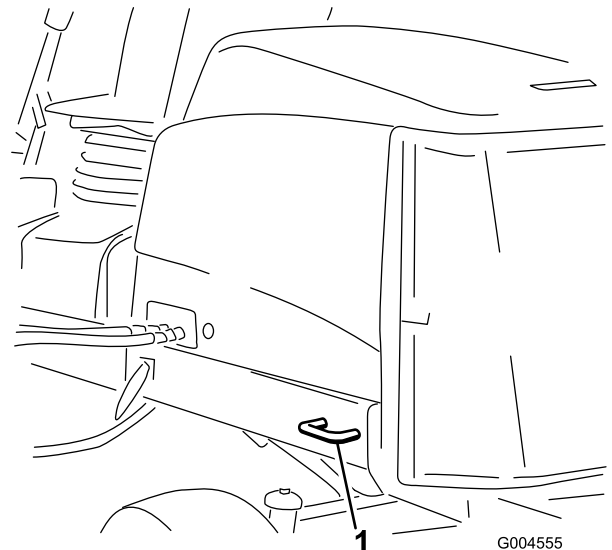

Figure 41
- Arrière – chaque côté de la machine sur le cadre arrière (Figure 41).